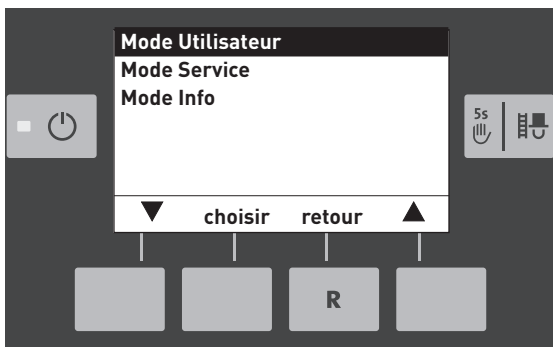

Fig. 22
- ▶ Sélectionner « Mode Utilisateur » – Fig. 22.